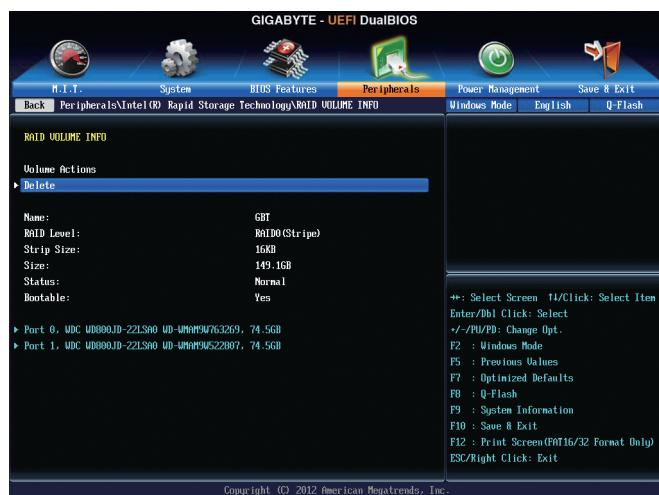

図 7
完了すると、Intel(R) Rapid Storage Technology 画面に戻ります。RAID Volumes に新しい RAID ボリュームが表示されます。詳細情報を見るには、ボリューム上で <Enter> を押して RAID レベルの情報、ストライプ ブロック サイズ、アレイ名、アレイ容量などを確認します(図 7)。